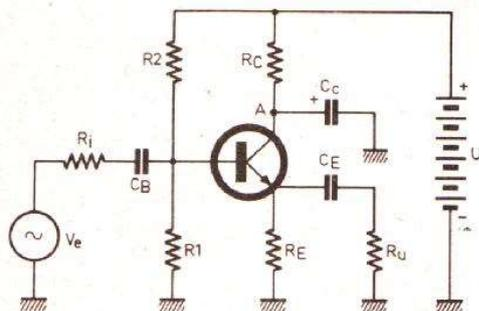

Fig. 3. — Schéma type d'amplificateur émetteur commun.
Passons au montage émetteur commun (EC) de la figure 3. En continu, comme pour les autres montages, son circuit d'entrée est équivalent à une